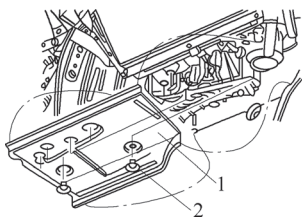

图 5-53 取下隔离板
1) 如图 5-53 所示,从空调暖风装置上旋出塑料螺栓 2,并取下隔离板 1。